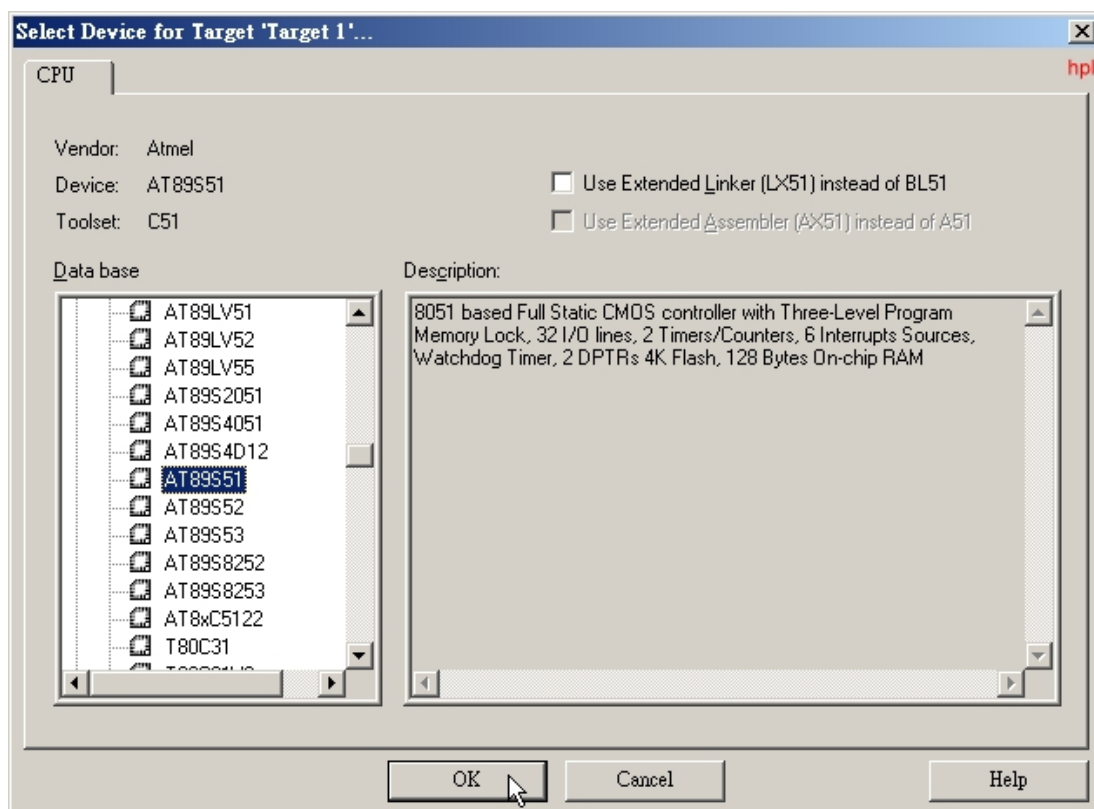
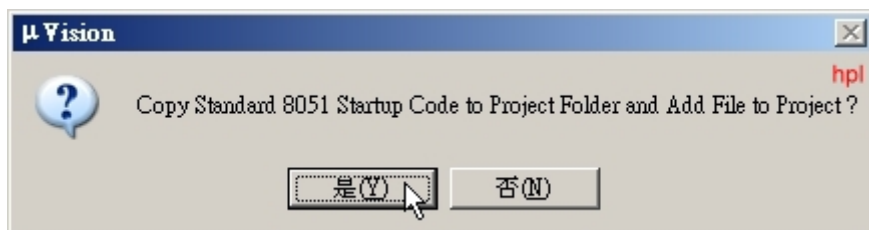

图 1-6 选取芯片型号
图 1-7 询问是否需要加入 8051 启动
(2) 选择所要的单芯片型号，这里选择常用的 Atmel 公司的 AT89S51。目前 Atmel 已经停产 AT89C51/AT89C52，改由 AT89S51/AT89S52 来取代之。AT89S 系列较 AT89C 系列更为便宜，工作频率可高达 33 MHz，且重复烧录次数至少可达一千次以上，非常适合学校学习或工程师开发产品之用。所以本讲义裡的大部分程序都是基于此 AT89S51 芯片的，此时屏幕如图 1-6 所示。在右边图中的“Description”方块内，会简单的介绍 AT89S51 有什么功能及特点。点选 OK 按钮后，会出现图 1-7，询问你是否需要拷贝标准的 8051 启动码程序(STARTUP.a51)到你的项目资料夹，并且将此档案加入项目“Copy Standard 8051 Startup Code to Project Folder and Add File to Project”，点选“是”后，就可以进行程序的编写了。